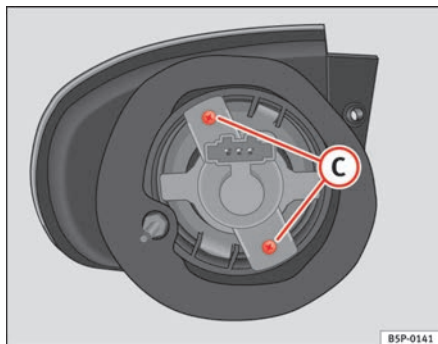

Abb. 192 Blinklicht
- Drehen Sie die Schrauben ⇒ Seite 266, Abb. 192 **C** der Lampenfassung heraus und ziehen Sie diese heraus.
- Drehen Sie die Schrauben ⇒ Abb. 192 **C** der Lampenfassung heraus und ziehen Sie diese heraus.